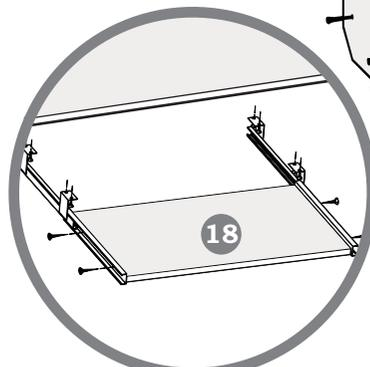

Рис. 12
- Закрепить шариковые направляющие [12] к панелям 1, 18 шурупами [19] рис. 12.